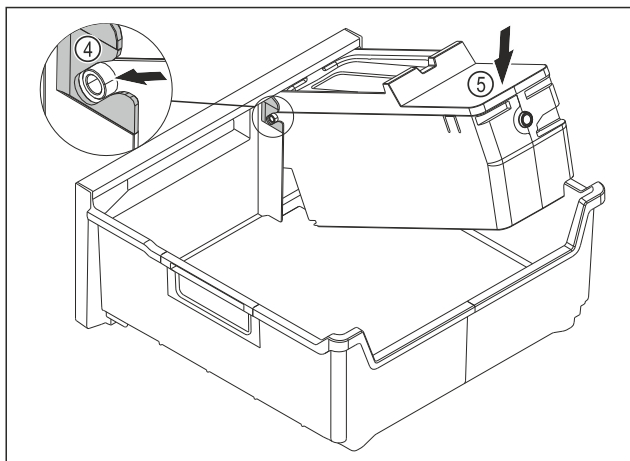

Fig. 109
- ▶ Montáž korpusu EasyTwist-Ice: Osy korpusu EasyTwist-Ice zasuňte do vedení Fig. 109 (4).
- ▶ Stlačte korpus EasyTwist-Ice Fig. 109 (5) vzadu dolů.